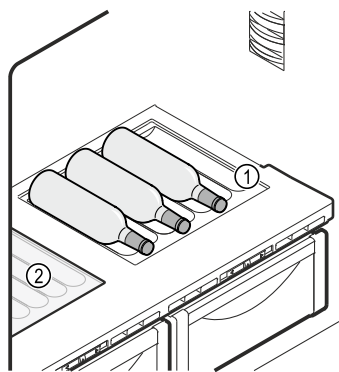

Fig. 109 Примерно изображение
- ▶ Поставете стъклената плоча Fig. 109 (2) под променливия рафт за бутилки.